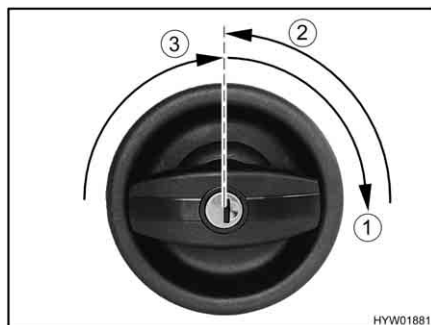

Fig. 10 Serratura della porta di ingresso, lato esterno, aperta
- Inserire la chiave nel cilindro della serratura e ruotare in senso orario (Fig. 10,1), fino a quando la serratura della porta si sblocca.
- Riportare la chiave in posizione centrale (Fig. 10,2) ed estrarla.
- Ruotare la manopola della porta in senso orario (Fig. 10,3) fino a quando la serratura della porta si sblocca.